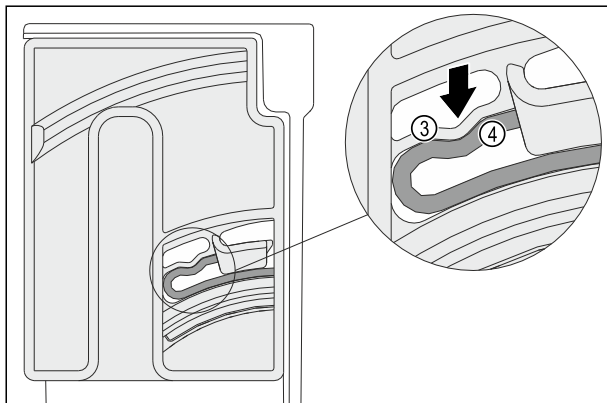

Fig. 138
- Element elastyczny Fig. 138 (3) pokrętła zatrzaskuje się słyszalnie na zaokrągleniu krawędzi Fig. 138 (4).